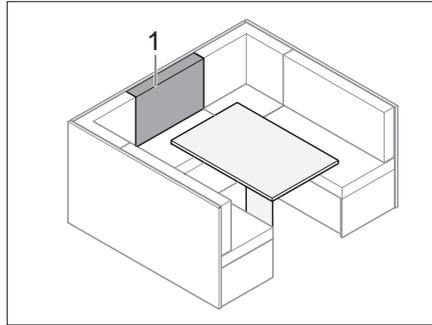

Bild 156 Vor dem Umbau
- Rückenpolster (Bild 156,1) vor das Zusatzpolster auf den Tisch legen.